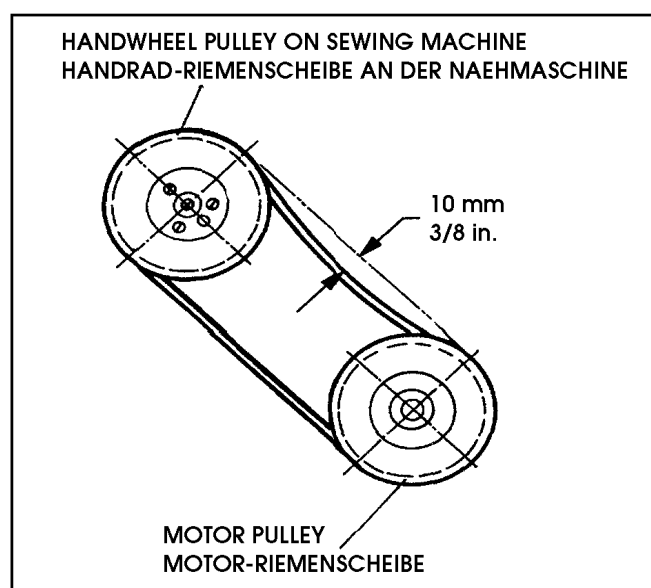

Fig. 2
3. Place the sewing machine on the base plate so that the roll pin (C) in the base plate engages with the right rear hole in the machine base.
4. Fasten the sewing machine with the two T-screws (D) on the base plate.
6. Assemble the handwheel pulley (E) with three countersunk screws (F) to the sewing machine. Pin (G) must engage with the hole in hub (H).
7. Screw in needle bar guard (J).
8. Screw in sight feed oiler (K).
9. Align the handwheel belt guard (L) with the V-belt slot (M) in the table board and with the handwheel pulley and fasten it with two wood screws (N) on the table board.
10. Dismount motor belt guard. Place the V-belt around the motor pulley and slue the motor to tense the belt. The tension on the V-belt is correct, when with moderate finger pressure it will deflect approx. 10 mm (3/8 in.) midway between handwheel pulley on the sewing machine and motor pulley (see Fig. 2). Remount motor belt guard.
3. Coloque la maquina sobre la base, de manera que el pasador de regulación (C) en la placa base, encaje en el hueco derecho trasero de la base de la máquina..
4. Asegure la máquina de coser con los 2 tornillos T (D) en la placa de base.
6. Monte la rueda del volante (E) con los 3 tornillos remache (F) a la máquina de coser. El pasador (G) debe encajar en el hueco dentro de la rueda (H).
7. Atornille la barra de aguja (J).
8. Asegure la aceitera (K).
9. Alinee el guarda correa del volante (L) con la perforación para la correa en la mesa (M) y con la rueda del volante y sujetelo con los 2 tornillos para madera (N) a la mesa.
10. Desmonte el guarda correa del motor. Coloque la correa en V alrededor del volante y ajuste el motor para tensar la correa. La tensión del la correa en V será lla correcta cuando ejerciendo presión moderada con el dedo ceda en aprox. 10mm (3/8 pulgada) en la mitad entre la rueda del volante en la maquina de coser y la rueda del motor (Ver Fig. 2). Coloque nuevamente el guarda correa del motor.